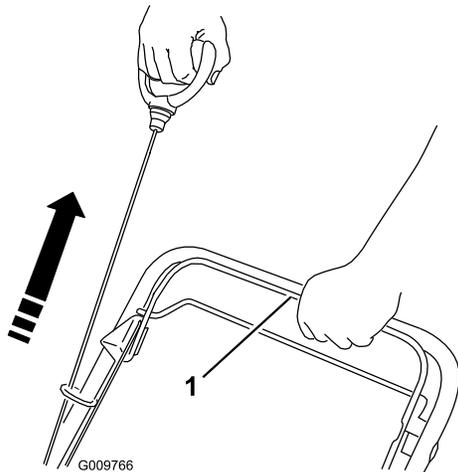
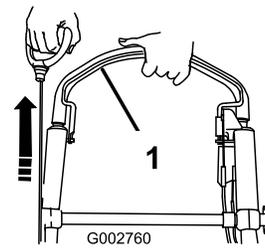

Figure 22
Figure 23
- Maintenez la barre de commande de la lame contre le guidon et tirez sur la poignée du lanceur (Figure 22 ou Figure 23).